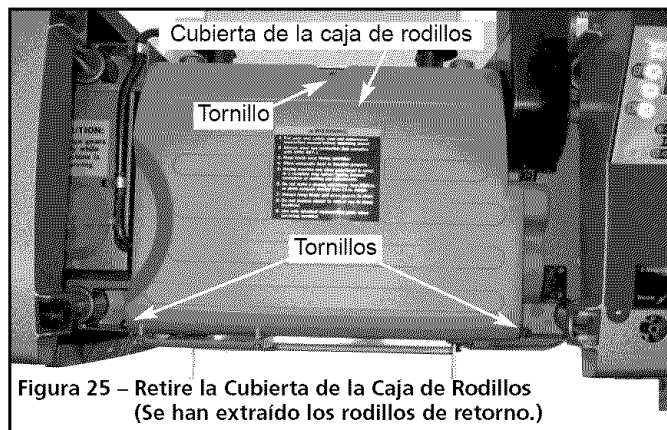

Figura 25 – Retire la Cubierta de la Caja de Rodillos (Se han extraído los rodillos de retorno.)
- Extraiga los rodillos de retorno. Extraiga tres (3) tornillos y levante la cubierta de la caja de rodillos de ésta (vea la Figura 25).